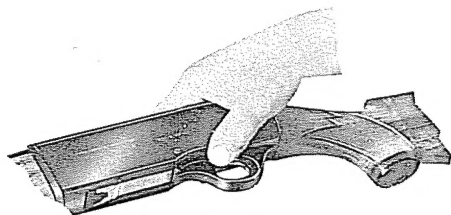

Fig. 10
- b) Mettere in sicura l'arma (fig. 10). La sicura (tav. 2° - C) s'inserisce solo a cane armato sospingendola da sinistra a destra, curando che l'anello rosso, indicante la posizione di sparo, non debba essere chiaramente visibile.
- b — push safety across front of trigger from left to right to ON SAFE position as shown in fig. 10, after having cocked hammer. Red band marking which indicates FIRE will not show. (C - Table 2).
- b — *pousser sur la droite le bouton de la sûreté; le filet rouge ne devra pas être visible. L'arme ne peut être mise en sûreté que si le chien est armé (fig. 10 table 2 - pièce C)*